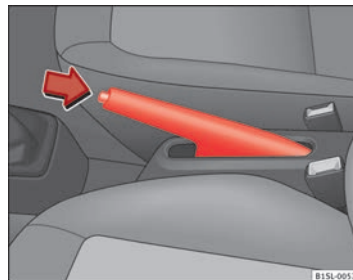

Fig. 90 Entre les sièges avant : Frein de stationnement.
- Tirez légèrement vers le haut le levier du frein à main et appuyez sur le bouton de verrouillage → fig. 90 (flèche).